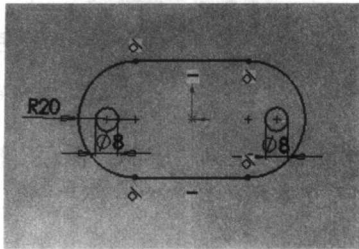

图 1-3 绘制草图
- (1) 打开中文版 SolidWorks 2007，建立一个新零件文件。
- (2) 在“设计树”管理器中单击“前视基准面”，单击草图绘制按钮 (E)，开始绘制草图。
- (3) 使用“直线”工具 (L)、 “3 点圆弧”工具 (A) 和“圆”工具 (C) 绘制草图并标注尺寸，如图 1-3 所示。